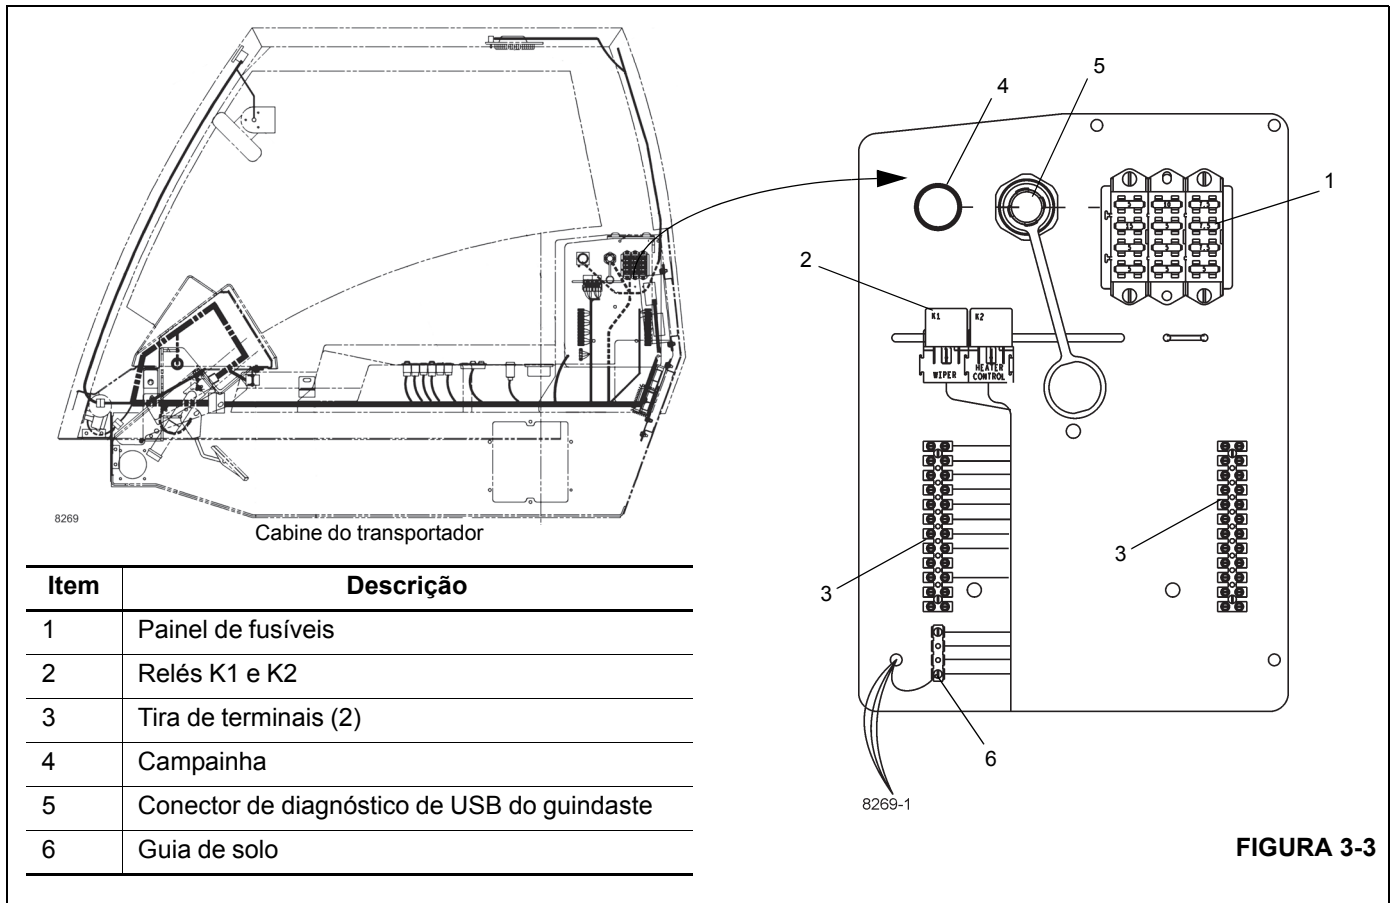
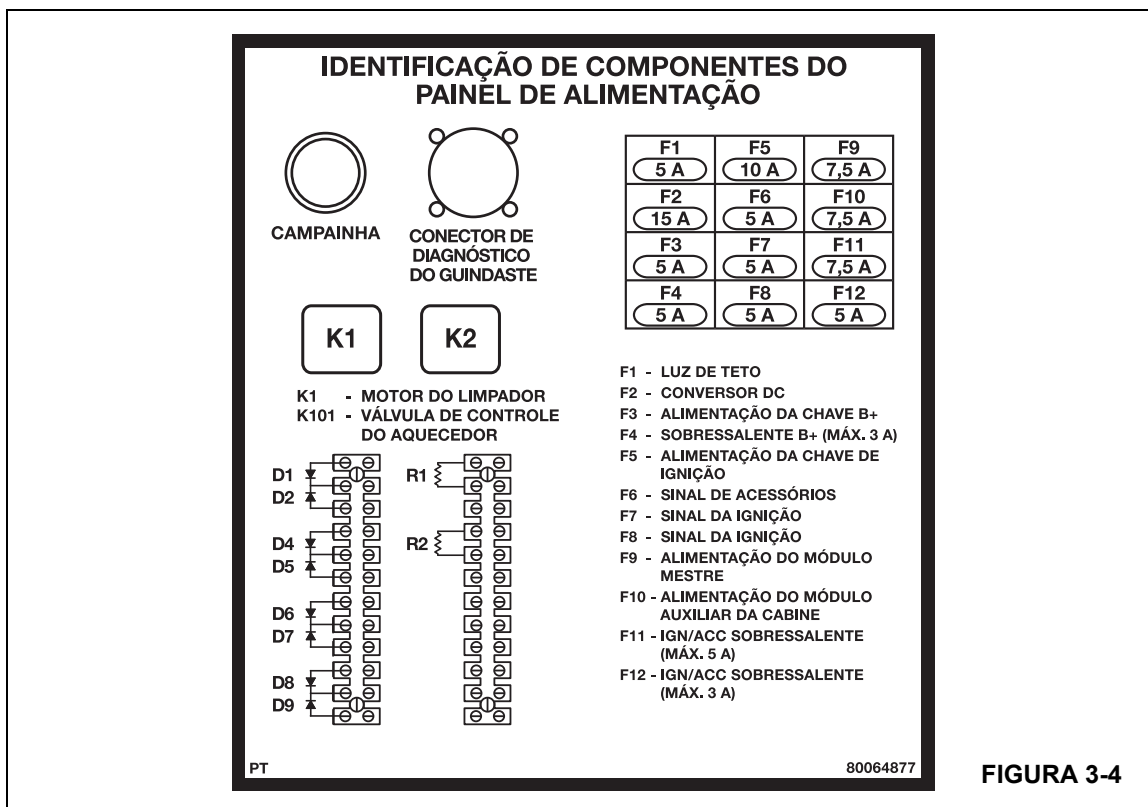

FIGURA 3-3
FIGURA 3-4
A maioria dos circuitos elétricos e componentes da cabine do transportador é protegida pelos fusíveis montados no painel de alimentação da cabine do transportador (Figura 3-3) localizado na direção da parte traseira da cabine, atrás do assento do motorista. O acesso a esse painel é obtido removendo a tampa plástica.
O painel de alimentação (Figura 3-3) possui 12 fusíveis, (2) tiras de terminal, (2) relés, uma campainha de atenção, uma guia de solo e um conector de diagnóstico USB. Um adesivo (Figura 3-4) localizado dentro da tampa do painel de alimentação identifica cada fusível, relé e sua função.
A capacidade de cada fusível e a função ou circuito que protege pode ser encontrada no adesivo mostrado na Figura 3-4.
A descrição e a função desses relés são listadas no adesivo de identificação de componentes do painel de alimentação conforme mostrado na Figura 3-4.